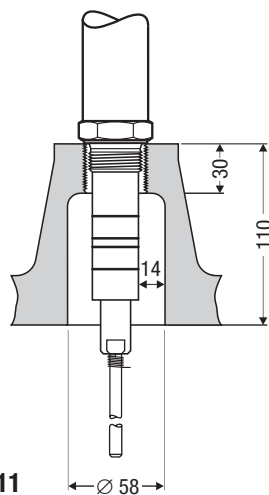

Fig. 11
- Bij inbouw van de niveauelektrode NRG 111-50 in een flenssok DN 50 alleen de GESTRA kapflens gebruiken! **Fig. 11**
- Het elektrische kruiptraject van 14 mm tussen de elektrode en de massa (flens, tankwand) mag niet worden onderschreden! **Fig. 11, Fig. 15-21**